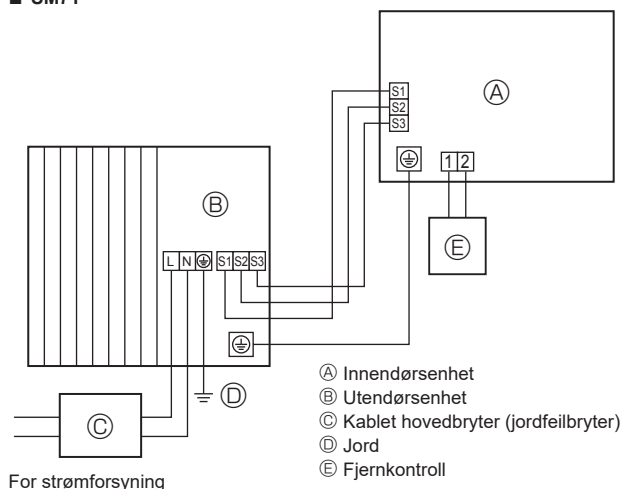
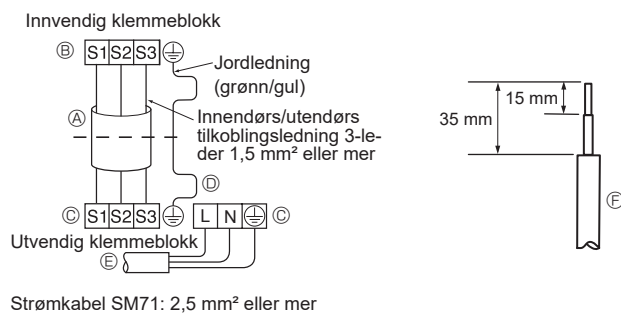
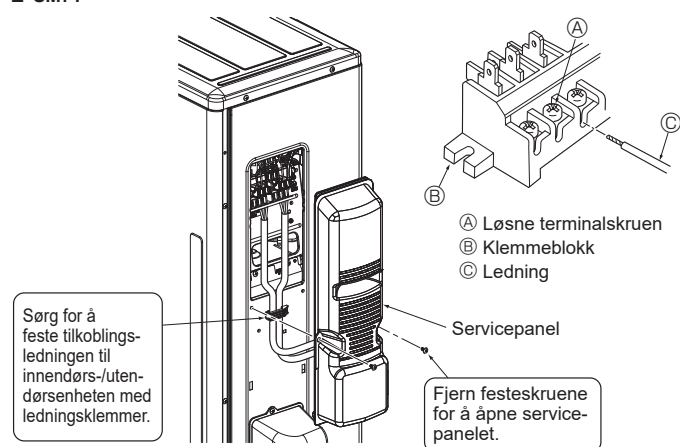

Fig. 6-1
Fig. 6-2
Fig. 6-3
### 6.1. Utendørsenhet (Fig. 6-1, Fig. 6-2, Fig. 6-3)
- ① Fjern servicepanelet.
- ② Kople til kablene med henvisning til Fig. 6-1, Fig. 6-2 og Fig. 6-3.
- Utfør kabling som vist i figuren nede til venstre. (Anskaff kabelen lokalt) (Fig. 6-2) Sørg for kun å bruke kabler med korrekt polaritet.